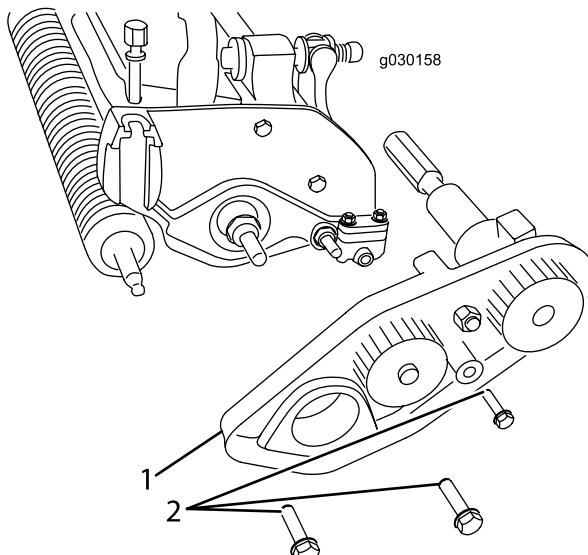

Figura 6
4. Rimuovete i 3 bulloni che fissano il gruppo di trasmissione a cinghia all'apparato di taglio, se presente, e rimuovete l'intero gruppo (Figura 6).
11. Inserite l'altra estremità dell'albero grooming nella piastra di supporto di sinistra (Figura 6).
- A. Installate il gruppo di trasmissione a cinghia utilizzando i bulloni rimossi in precedenza e assicuratevi che la piastra laterale ruoti liberamente (Figura 6).